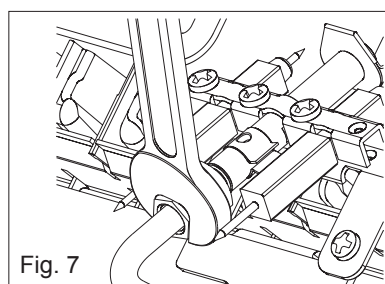

Fig. 7
- scollegare il tubetto fiamma pilota (fig. 7)